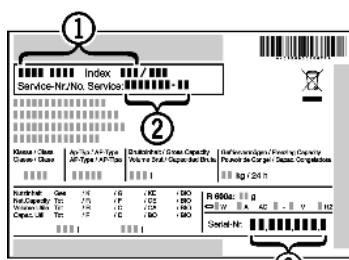

Fig. 22
- ▶ Назва пристрою Fig. 22 (1), сервісний номер Fig. 22 (2) та серійний номер Fig. 22 (3) вказані на заводській табличці. Заводська табличка знаходиться всередині пристрою, зліва.